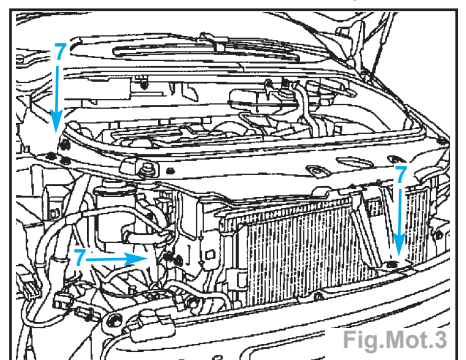

Fig.Mot.3
- la traverse supérieure (7) (Fig.Mot.3).